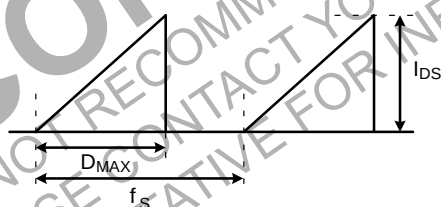

图 4. 重复峰值开关电流
4. 假定感性负载时重复峰值开关电流: 受最大占空比 ($D_{MAX} = 0.73$) 和结温的限制 (参见图 4)。